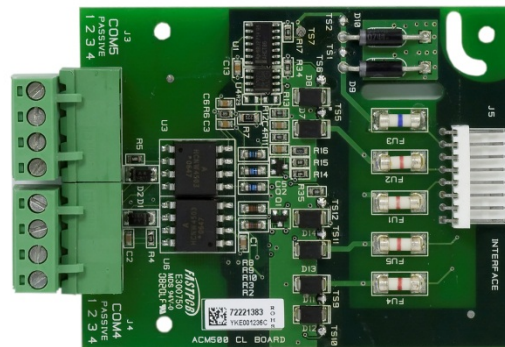
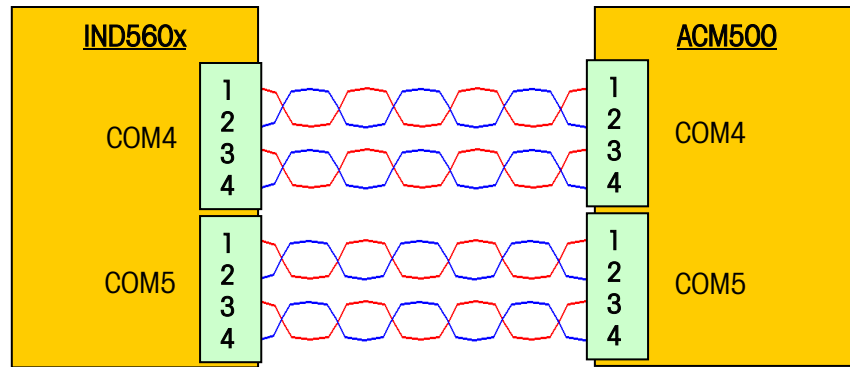

Figure 3-11 : Carte de l'interface de boucle de courant
Figure 3-12 : I.S. Câblage de l'interface série
4. Suivez les connexions de câblage illustrées à la Figure 3-12 et dans le Tableau 3-3. Voir la Figure 3-11 pour identifier plus facilement les positions des bornes. Essayez de maintenir le câblage interne aussi court que possible.
6. Suivez les connexions de câblage illustrées à la Figure 3-12 et dans le Tableau 3-3. Voir la Figure 3-11 pour identifier plus facilement les positions des bornes. Essayez de maintenir les fils internes aussi courts que possible.